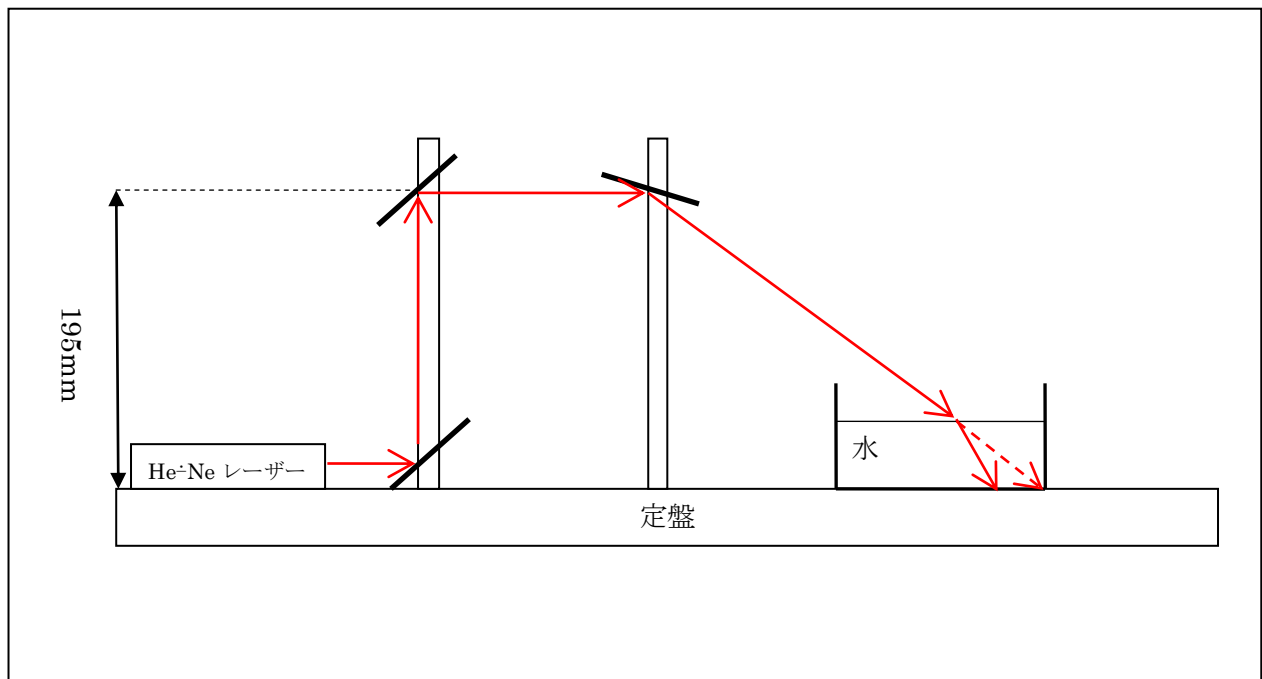
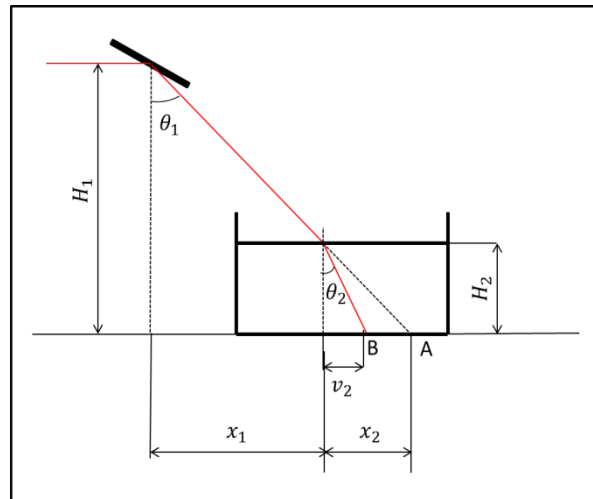

図 1 実験系の概略
図 2
光源は①で調節済みのヘリウムネオンレーザーを用いる。水を張ったタッパとアルミミラーを図 1 のように設置し、レーザー光線を水の中に入射させる。図 2 の辺 AB の長さを定規を用いて計測を行い入射角と屈折角を求める。そして求めた入射角、屈折角、空気の屈折率を用いて水の屈折率を求める。
- ① 2 個のアーチャーに通すことにより、レーザー光線の直線および幅を調節した。
- ② 水槽を設置しない場合にレーザー光線が定盤上に到達する点（点 A）に目印をつける。
- ③ 水槽を設置し、レーザー光線が屈折し到達した定盤上の点を B とする。
- ④ 図 2 のようにそれぞれの変数を設定する。